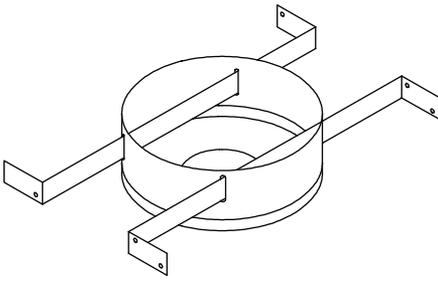

Figure 13
1. Description. Le support (*Figure 13*) sert à soutenir correctement l'évent de type B entre des solives ou des chevrons de 16 ou 24 po (40,64 à 60,96 cm) de diamètre extérieur, ou à fournir un raccord de transition entre le DuraConnect ou le DuraConnect II et les sections du conduit d'évacuation de type B. Un maximum de 20 pi (6,1 m) d'évent à gaz de type B peut être installé solidement. Notez que le support doit être installé avant les panneaux de plâtre.